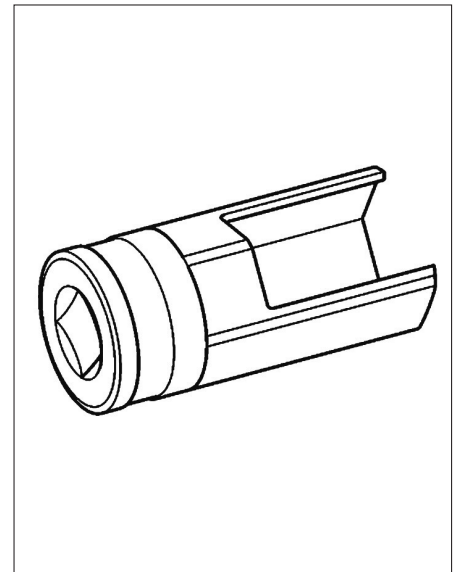

FIG. 11
- Déposer l'émetteur en le tournant d'un quart de tour dans le sens antihoraire à l'aide de l'outil [1] (Fig.11).